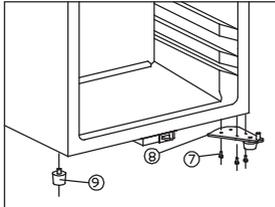
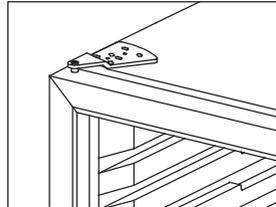

fig. 5.3
fig. 5.4
- Løft døren (6) af og læg kabinettet på ryggen
- Fjern de 3 skrue(r) (7) som holder bundhængslet (8) Se fig. 5.3
- Afmonter kabinetfoden (9) fra kabinettet og monter den igen i modsat side
- Monter bundhængslet i venstre side med de 3 skrue(r) (7)
- Monter tophængsel, hængselsafdækning og gummipropper. Se fig. 5.4.